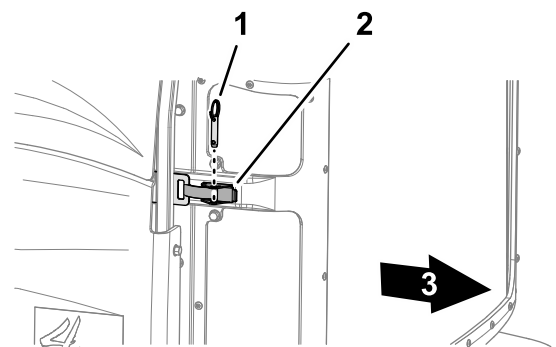

Figura 63
2. Retire el pasador de bola del cierre de la rejilla (Figura 63).